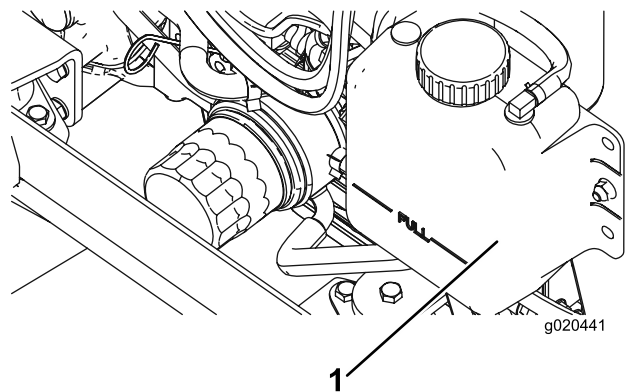

Figura 111
1. Togliete con cautela il tappo del radiatore e il tappo del serbatoio di espansione (Figura 111).